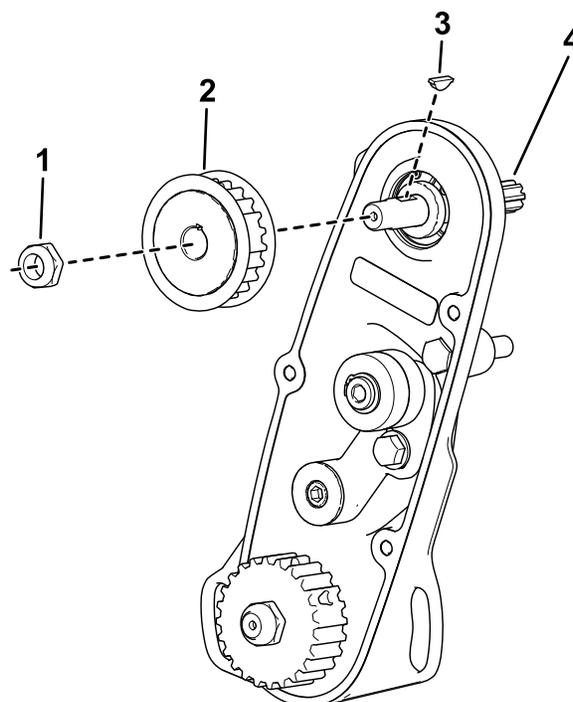

Figure 5
- Retirez l'écrou, la poulie et la clavette (Figure 5).
- Déposez l'arbre d'entraînement du cylindre existant (Figure 5).